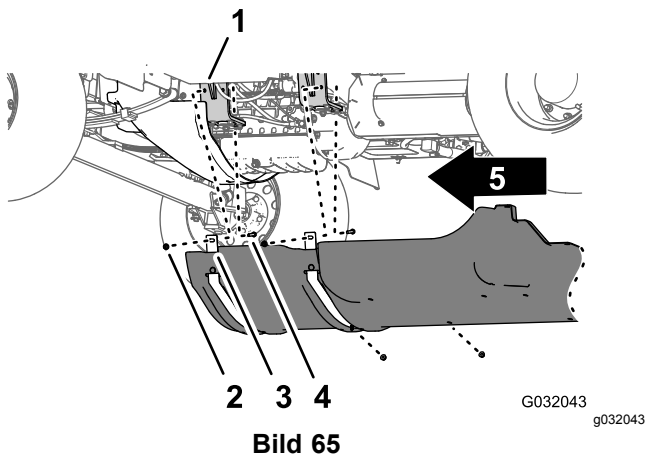

Bild 65
1. Fluchten Sie die Fahrwerkabdeckung mit dem unteren Chassis der Maschine aus (Bild 65).
2. Schieben Sie die vorderen Befestigungsflansche der Fahrwerkabdeckung über die Schrauben und die Schlossschrauben an den Motorbefestigungshalterungen der Maschine (Bild 65).
3. Befestigen Sie die Fahrwerkabdeckung mit den vier Sicherungsbundmuttern (5/16"), die Sie in Schritt 2 in Entfernen der Fahrwerkabdeckung \(Seite 4\) entfernt haben, an den Befestigungshalterungen des Motors (Bild 65).